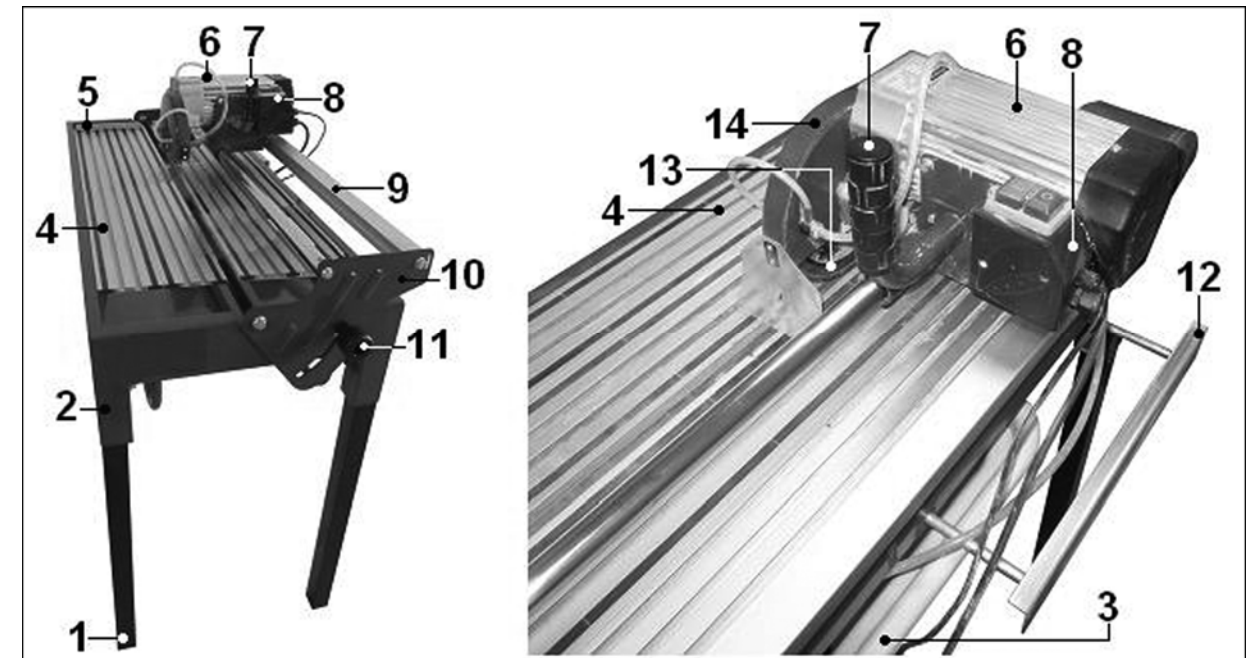

Рис. 2
7. УСТРОЙСТВО Рис. 2
11.1. Принцип работы (Рис. 2,10)
11.2. Подготовка к работе (Рис. 2, 11)
11.3. Выполнение работы (Рис. 2,12)